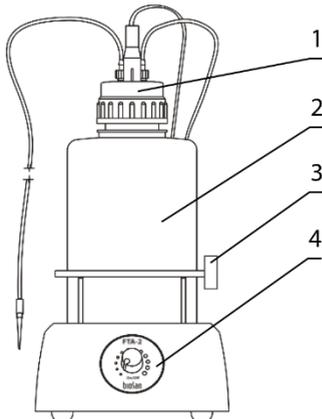

Рисунок 3. FTA-2i, вид спереди
- Установите сосуд-ловушку (рис. 3/2) на прибор.
- Прикрутите крышку с иглами сенсора и разъёмами для трубок (рис. 3/1) к сосуду-ловушке.
- Поместите микропробирки для наконечника в держатель (рис. 3/3).
- 4.4.1. **Установка опционального наконечника MA-8.** Извлеките аспирационный наконечник и микропробирки из держателя (рис. 3/3) и поместите внутрь держатель для MA-8. Отсоедините одноразовый наконечник (рис. 5/1) от адаптера **MA-U** и подсоедините наконечник **MA-8** (рис. 8/1). Храните аспирационный наконечник в новом держателе.
- 5.3. (Для модели **FTA-2i**) С помощью рукоятки на передней панели прибора (рис. 3/4) отрегулируйте интенсивность аспирации. Поворот по часовой стрелке увеличивает интенсивность, против часовой – уменьшает. Интенсивность показывается световой индикацией вокруг рукоятки.